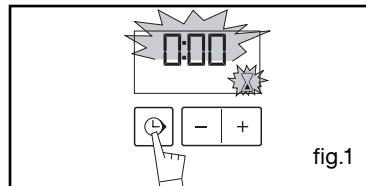

fig.1
- Prima a tecla “” (fig.1) até que o símbolo do temporizador pisque  → 0.00 e uma pequena ampulheta piscam